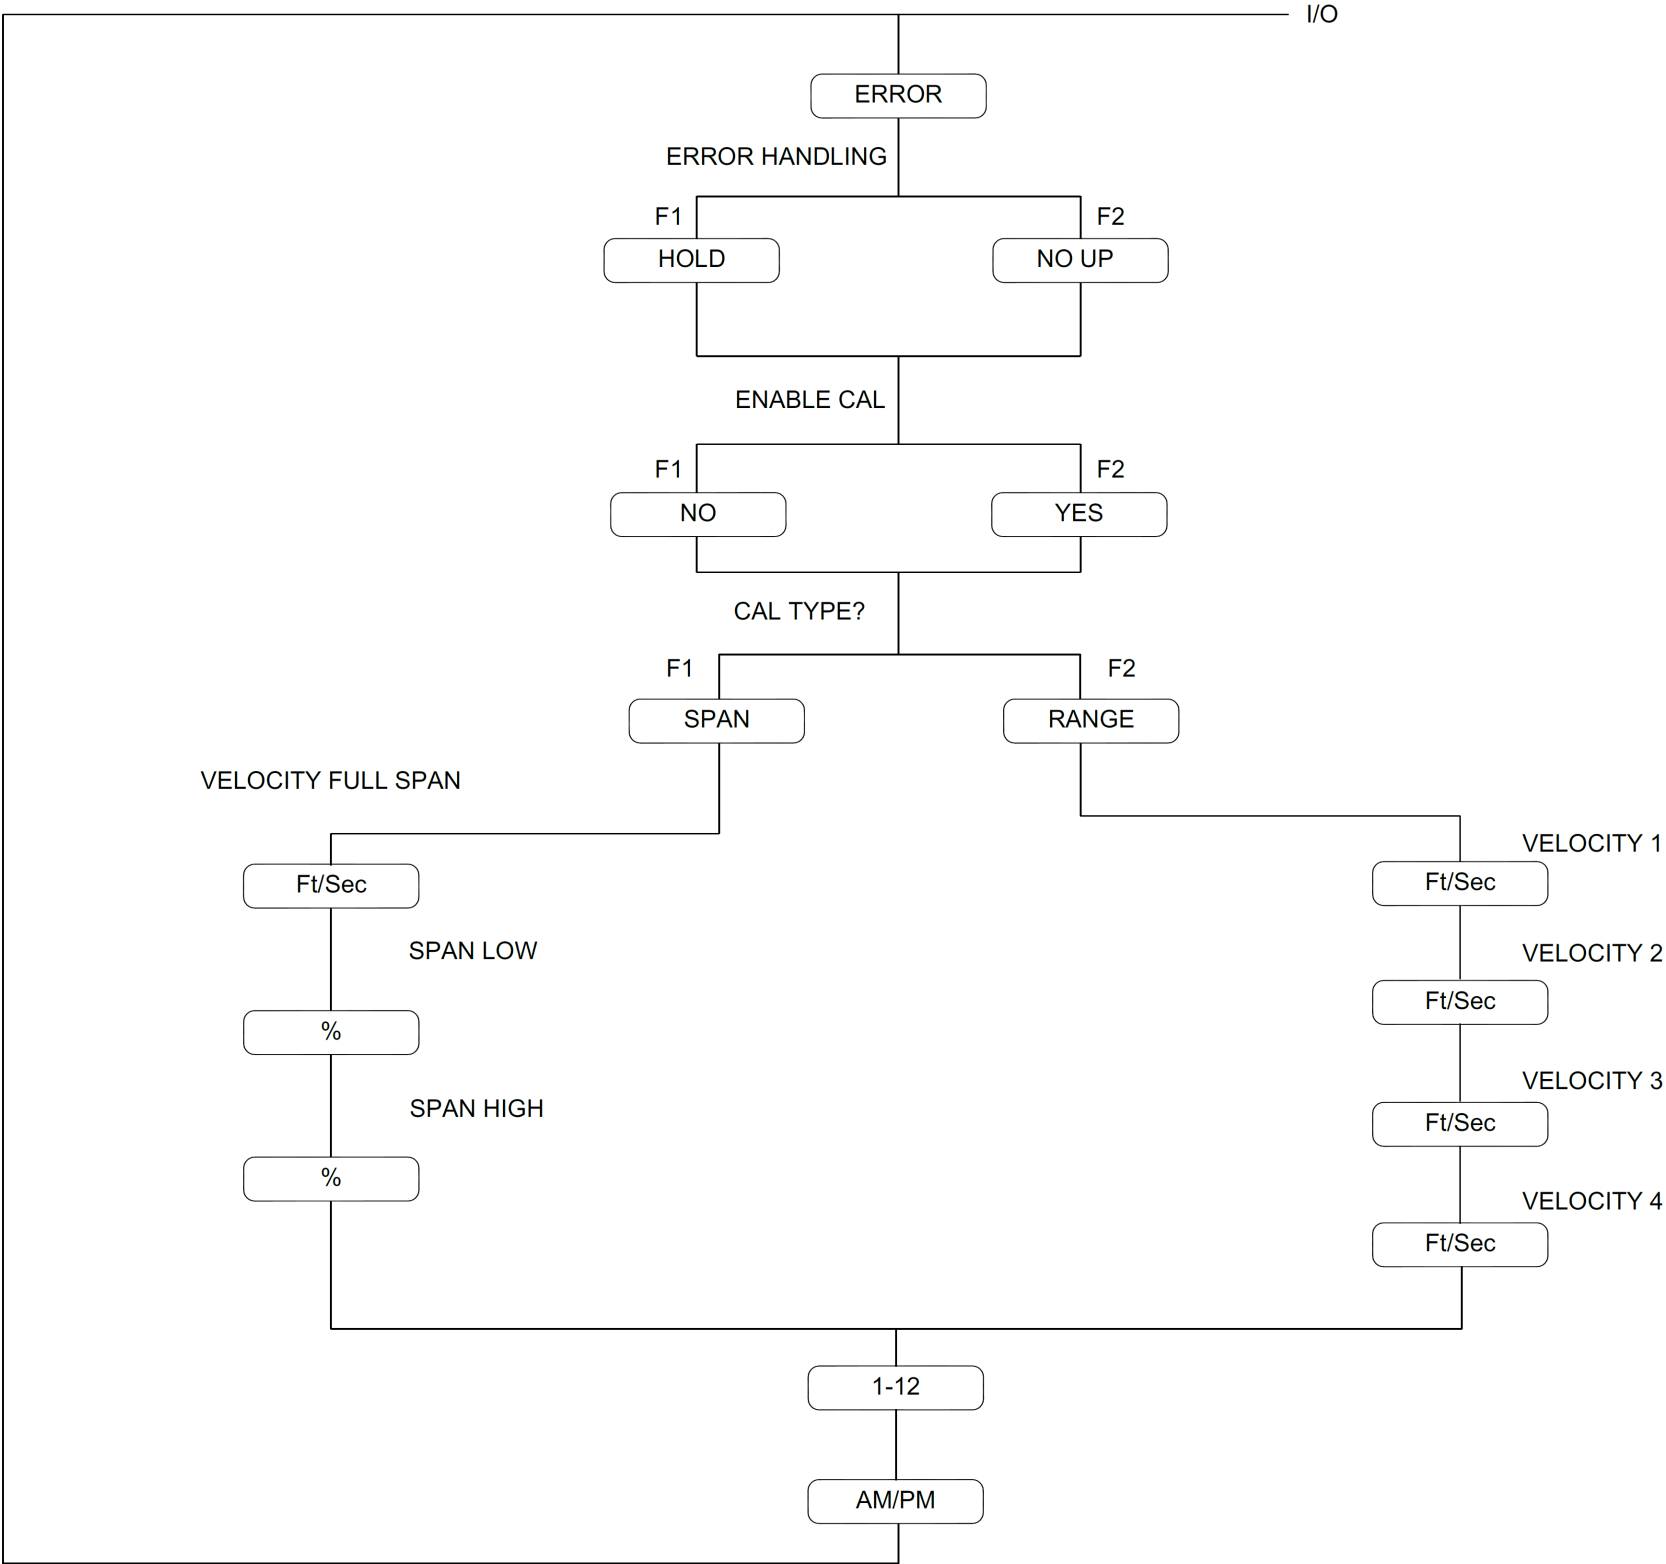

Рисунок 19: Схема меню Error
4. Щелкните мышью по пункту меню «*Communications Port*» (Порт связи), чтобы выделить его. Окно «*Setup Communications*» (Настройка связи) аналогично окну, изображенному на рис. 19.